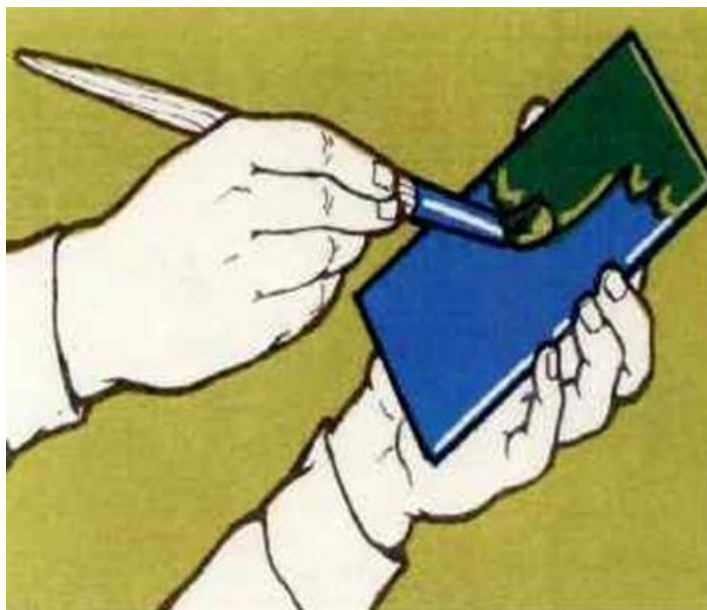

Рис. 1. Нанесение покрытия на деталь.
- неочищенные поверхности закрасить молотым мелом, разведенным в воде, с клеем или краской. Для нанесения на плоскость равномерного слоя покрытия необходимо использовать перекрестные вертикальные и горизонтальные движения кисти (рис. 1);